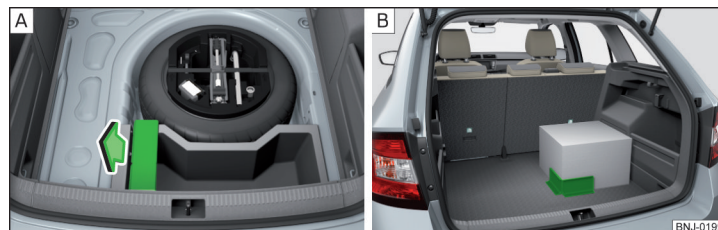

Abb. 112 Cargo-Element herausnehmen / Befestigungsbeispiel der Ladung
- › Vor dem Gebrauch das Cargo-Element in Pfeilrichtung herausnehmen » Abb. 112 - **A**.
- › Die Ladung mittels des Cargo-Elements möglichst in der Nähe der Rücksitze befestigen » Abb. 112 - **B**.